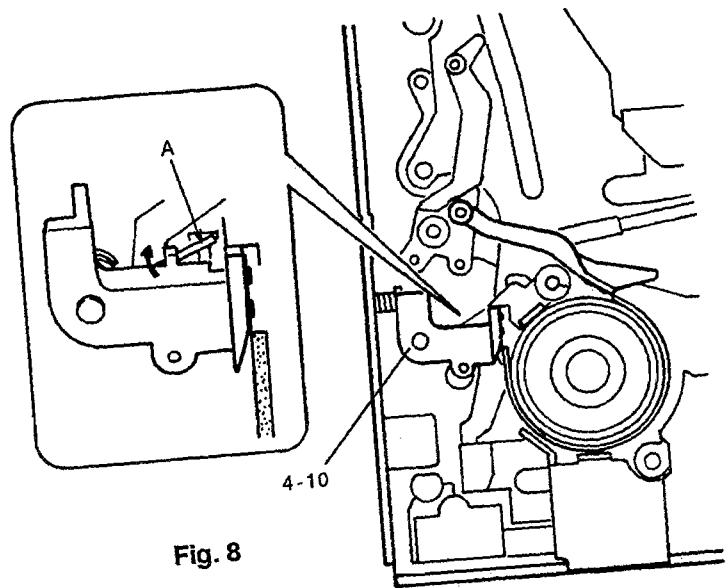

Fig. 8
- 2). After installing 4-10 as shown in Fig. 8, push portion A of 4-11 downward with a rod to disengage it, then hook it over the hook of LEVER, REEL LOCK (5-21).
- 2). 4-10を図8のように取り付けした後、4-11のA部を棒で下側に押し外し、その下にあるLEVER, REEL LOCK (5-21)のフックに掛ける。